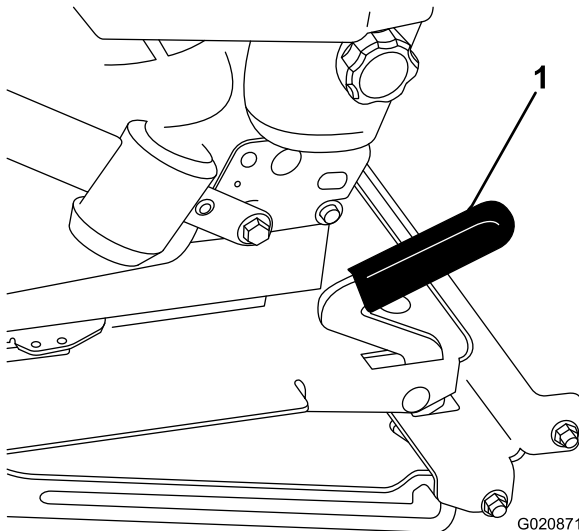

Figura 56
2. Tire del enganche del asiento hacia adelante y levante para desenganchar el asiento (Figura 56).